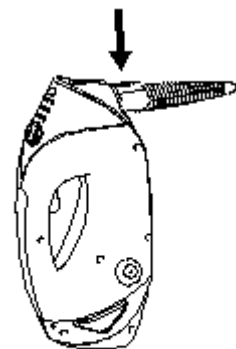

Abb. 14
- Entfernen Sie die gerade Dampfdüse, indem Sie die Freigabetaste gedrückt halten. Ziehen Sie dann den Zubehörschlauch am Griff heraus. (Abb. 14)